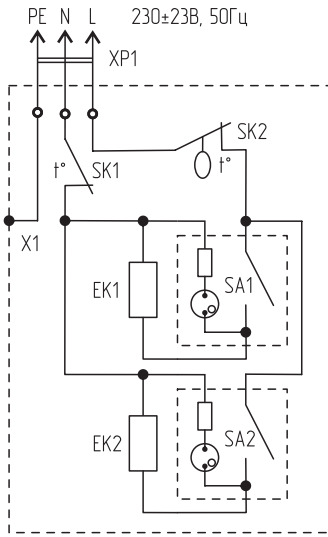

Рисунок 4.
5.2. Схема электрических соединений и узлов показана на рис.4. Нагревательный элемент имеет два независимых нагревателя EK1 и EK2, которые могут включаться независимо друг от друга, обеспечивая 100% или 50% номинальной мощности конвектора. В цепь питания нагревателей включены рокерные переключатели с подсветкой SA1 и SA2, термовыключатель защиты от перегрева SK1 и биметаллический термостат SK2.